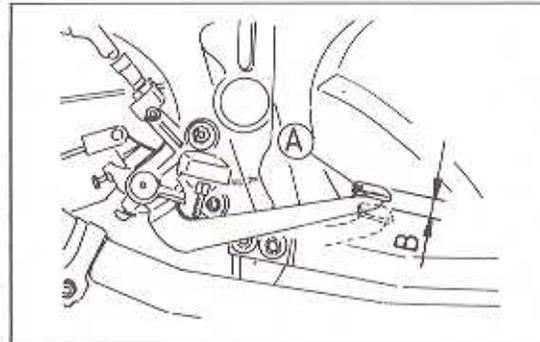

Bild 45
- Den Fussbremshebel betätigen. Nach einem Weg von 15 mm soll das Bremslicht aufleuchten (Bild 45).